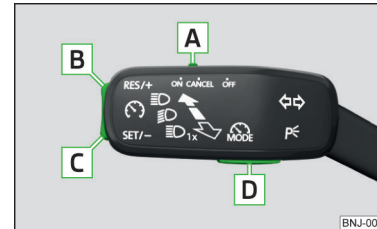

Abb. 211 Bedienelemente der Geschwindigkeitsregelanlage
Übersicht der Bedienelemente der GRA » Abb. 211
- ▶ Durch das Drücken der Taste **D** » Abb. 211.
- Durch das Drücken der Taste **D** » Abb. 211 während der Regelung wird diese abgebrochen und es wird der Geschwindigkeitsbegrenzer aktiviert.